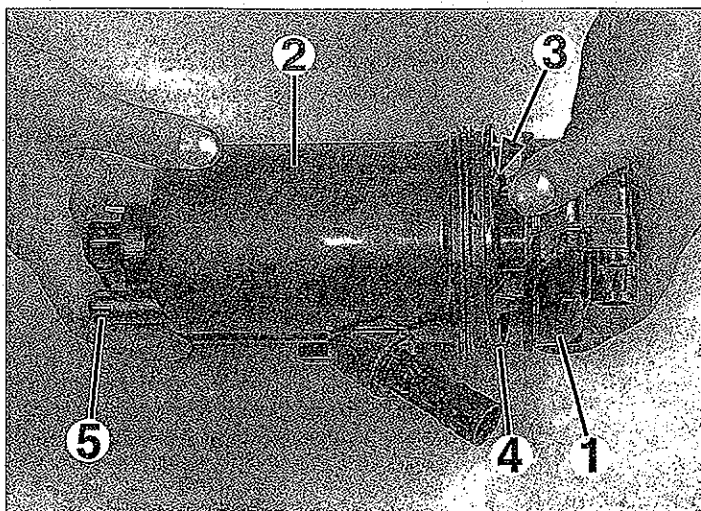

FIG. 23
- Limpiar la carcasa (1) y el interior de la cubeta (2) (fig. 23).
- Colocar el cartucho nuevo (3) en la carcasa.
- Colocar la junta nueva (4) de la carcasa en la cubeta.
- Abrir el tornillo de vaciado (5) del filtro (fig. 23).